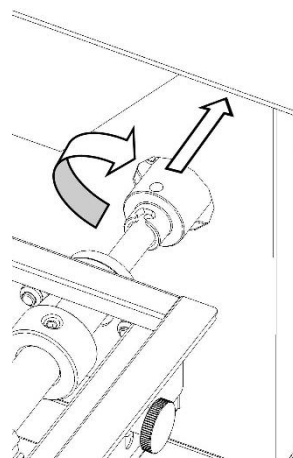

Fig.1B
5. Fare quindi scorrere il giunto stesso verso il pannello comandi svincolandolo dall'albero di trascinamento rete (vedi Fig.1B paragrafo 9.3.1).
4. Far ruotare manualmente la rete fino a quando il perno dell'albero di trascinamento rete viene a trovarsi in corrispondenza dell'intaglio del giunto rete. Fare scorrere il giunto stesso verso il pannello comandi svincolandolo dall'albero di trascinamento rete (Fig.1B).